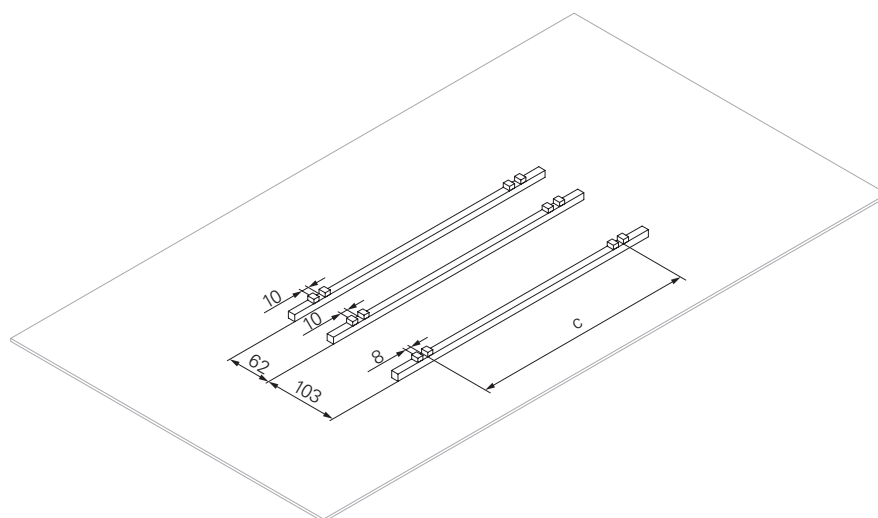

Fig. B4.03
- Predisporre tre travetti squadrati con un'imbracatura come ausilio per il montaggio. La quota c corrisponde alla distanza tra le mensole. Disporre i travetti squadrati alle distanze specificate sull'area di montaggio e allinearle parallelamente l'una all'altra. (Fig. B4.03)